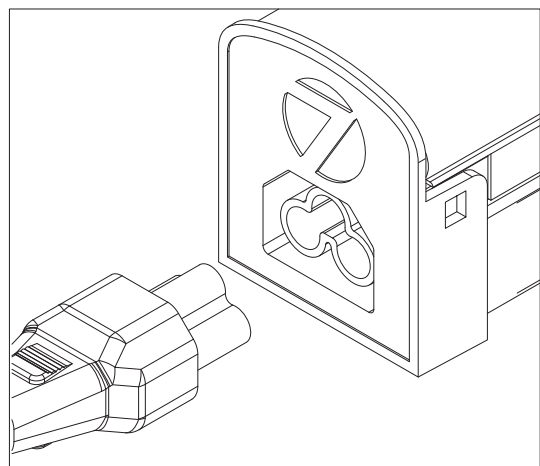

Figure 7
NOTE: The 5' Power Cord should be attached to the end with Standard Port (7) only. **See Fig. 7.** (Located at end opposite of rocker switch).
2. Remove LED Cover Assembly (2) by lifting upward on exposed edges of part. Start in the middle and work outward.
NOTA: El cable de conexión de 5 ft debe estar conectado al extremo con el puerto estándar (7) únicamente. **Vea Fig. 7** (Ubicado en el extremo opuesto del interruptor basculante).
2. Quite la cubierta del canal del alambrado levantándola hacia arriba las orillas expuestas de la pieza. Empiece en el centro y trabaje hacia afuera. **Desenchufe los conectores de cable (4) del montaje de cubierta del led (2) y el conjunto de la carcasa (1).**
NOTA : Le câble d'alimentation de 5 pi doit être connecté uniquement à l'extrémité où se trouve le port standard (7). **Voir la Fig. 7** (Situé à l'extrémité opposée du commutateur à bascule).
2. Enlever le couvercle du passe-fils, le soulever par les extrémités exposées de la pièce. Com mencez au milieu, vers l'extérieur. **Déconnecter les connecteurs de câbles (4) de l'assemblage du couvercle DEL (2) et du boîtier (1).**